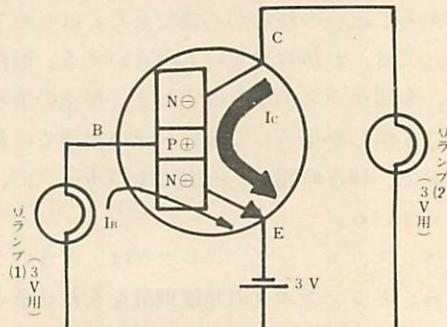

図4 ランプで点燈実験
トランジスタがどのような性質をもっているかの実験を班ごとに取り組ませる。図4はその回路図である。豆ランプはソケットにつけ、ビニル線の先端にみの虫クリップをつけたものを使う。電源は、乾電池2本の電池ボックスを使用。これもみの虫クリップで接続でさるようにしてある。
- (1) ベース、エミッタ間に、電池の $\oplus\ominus$ をどのようにつないだとき、豆ランプが点燈するかたしかめる。(図4のようにPN接合になっている部分に電流を流すことになる。)
- (2) ベース、エミッタ間に点燈状態にしておき、これにもう1つのランプをコレクタ回路に図4のように接続するとランプはつかか、つかないかたしかめてみる。(ベース回路のランプより明かるく点燈する。ベース回路にくらべコレクタ回路の方が電流は多く流れていることが、ランプの明かるさの違いで確認することができる。)
- (3) (2)の実験でベース回路のランプをはずすと、コレクタ回路のランプはどうなるかをたしかめる。(ベース回路に電流を流しておかないと、コレクタ回路に電流が流れないと確認させる。)
- (4) コレクタ回路のランプをはずし、それに代わるものとして、ミニブザを接続し、ベース回路には前の実験同様にランプを接続して電流を流すとブザがはたらくかどうかをたしかめる。(ブザがなる。コレクタ回路の負荷は使用目的によっていろいろなものが接続できることを知らせる。)
- (5) (4)のブザの実験回路で、ベース電流を切る(ベース回路のランプをはずす)とブザはなるかどうかをたしかめる。(ならない) → ベース回路に電流が流れないとコレクタ回路に電流が流れないと以上の実験からしっかり把握する。これはトランジスタの基本理解として大切なポイントである。
- (6) (5)の実験でベース回路のランプをはずしたみの虫クリップとベースの間を水にぬらした手でさわってみる。ブザはなるかどうかをたしかめる。(ぬれた手でベースにごくわずかの電流が流れ、そのためにコレクタ回路にも電流が流れてブザがはたらくことをたしかめる) → この場合、ベース回路にはほんのわずかな電流しか流れないと、ベース回路のランプが目で確認できる明るさに全くならないことから判断させることができる。
- (7) (6)の実験で、ベース電流とコレクタ電流を測定し、ベース電流の何倍のコレクタ電流が流れるかをたしかめてみる。(電流の増幅率とトランジスタの増幅